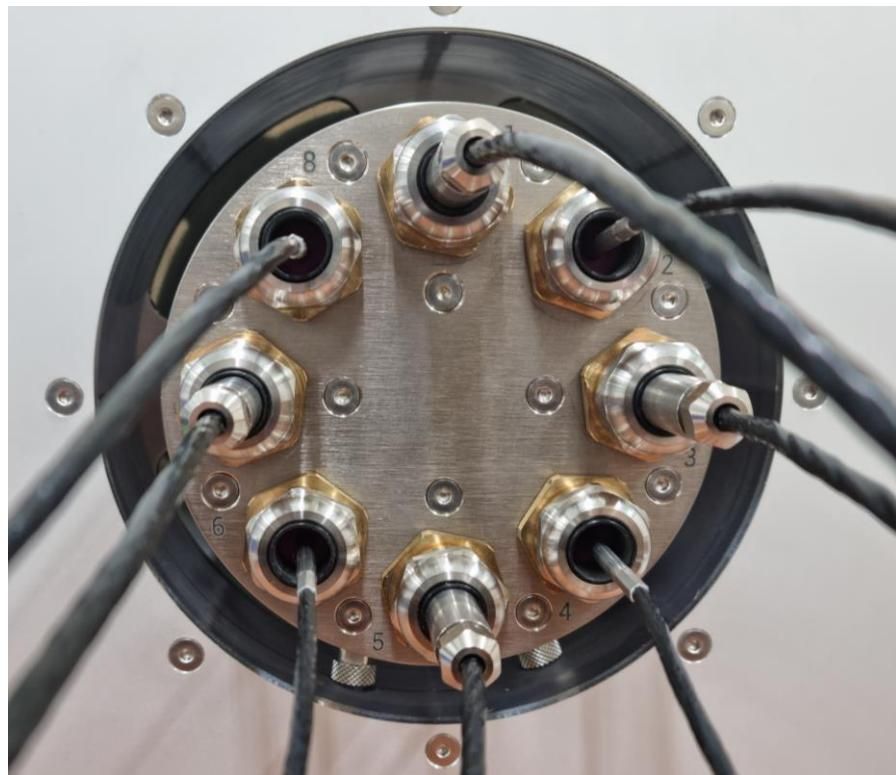

Рисунок 31 – Преобразователи установлены в измерительную камеру генератора.
- 6) Установите все преобразователи в измерительную камеру генератора таким образом, чтобы зонды измерения влажности и температуры находились в смежных позициях (Рисунок 31). Если трубчатый ключ из комплекта генератора не имеет специальных пропилов для кабеля (Рисунок 30), для закручивания втулок используйте гаечный ключ. Втулки должны быть вкручены в измерительную камеру с усилием.